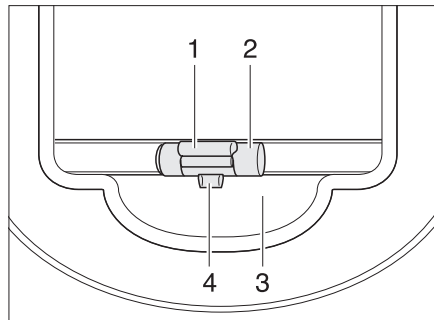

Bild 24 Verdunklungsrollo
- Schließen:** ■ Das Verdunklungsrollo am Griff (Bild 24,2) nach unten ziehen und einrasten lassen.
- Öffnen:** ■ Das Verdunklungsrollo am Griff (Bild 24,2) leicht nach unten ziehen und die Entriegelungsleiste (Bild 24,1) nach außen drücken. Die Verriegelung (Bild 24,4) löst sich aus der Aufnahme (Bild 24,3).